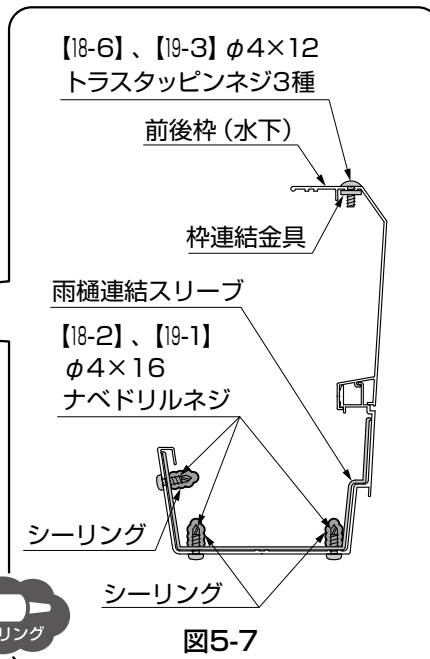

図5-7
- ②前後枠（水下）を枠連結金具、雨樋連結スリーブと【18-2】、【18-6】、【19-1】、【19-3】でネジ止めしてください。
- ③雨樋連結スリーブを挿入した前後枠の端部にシーリング材を添付してください。
- ④もう一方の前後枠を連結し、【18-2】、【18-6】、【19-1】、【19-3】でネジ止めしてください。
- ⑤内側に出ているネジの先端と周りにシーリングをしてください。（図5-7参照）
- ⑥連結部からはみ出たシーリング材を拭きとってください。